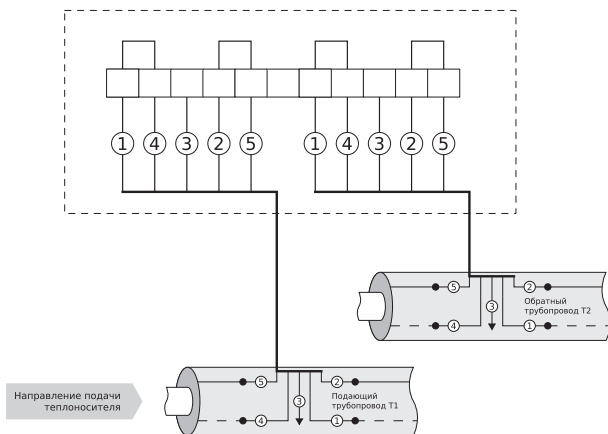
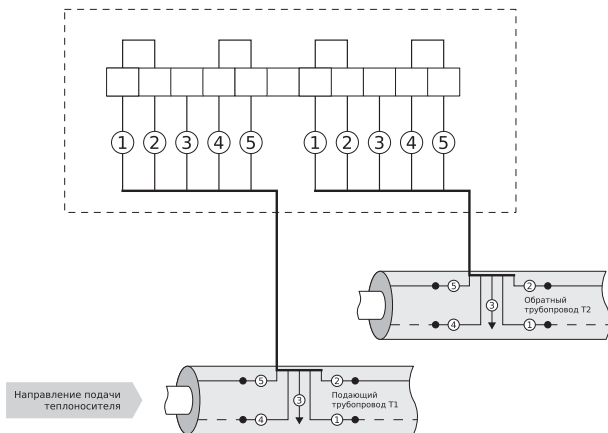

Рис. 3. Соединение одной двухтрубной системы ОДК
Рис. 4. Разъединение/закольцовка одной двухтрубной системы ОДК
Подключение терминала к системе ОДК производить в соответствии с принципиальными и электрическими схемами, приведенными на Рис. 3 и Рис. 4.
6. Для соединения системы ОДК монтаж проводников внутри терминала осуществлять по электрической схеме Рис. 3. Для разъединения/закольцовки систем ОДК монтаж проводников внутри терминала осуществлять по электрической схеме Рис. 4.